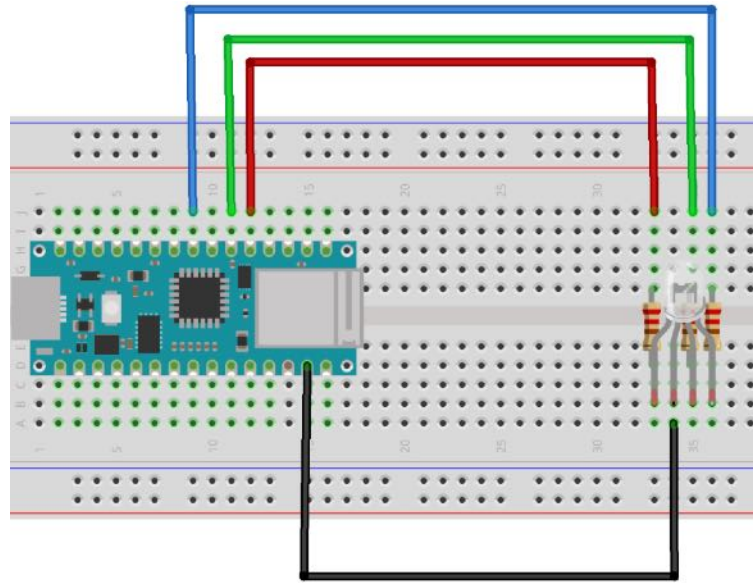

Figura 22 Progetto 3 - Vista breadboard
1. Come prima fase del progetto è necessario eseguire il cablaggio come illustrato in Figura 22 e Figura 23: